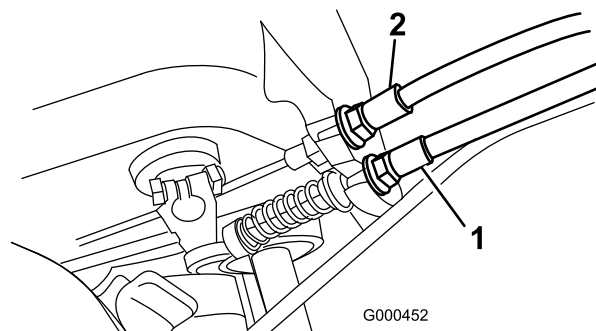

Figura 44
2. Per aumentare la tensione del cavo allentate il controdado del cavo anteriore e serrate il controdado del cavo posteriore (Figura 44) finché non occorre una forza di 5,4 – 7,2 kg. per innestare il comando della trazione.